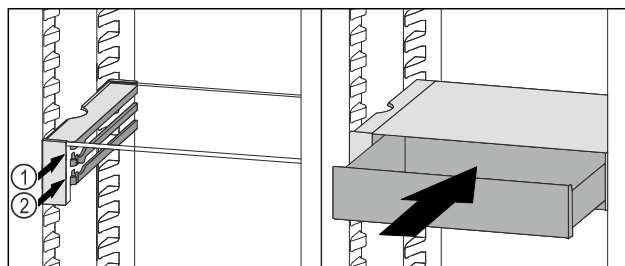

Fig. 61
- ▶ Plasser VarioSafe-skuffen bak stopperne på ønsket rille Fig. 61 (1) eller Fig. 61 (2).